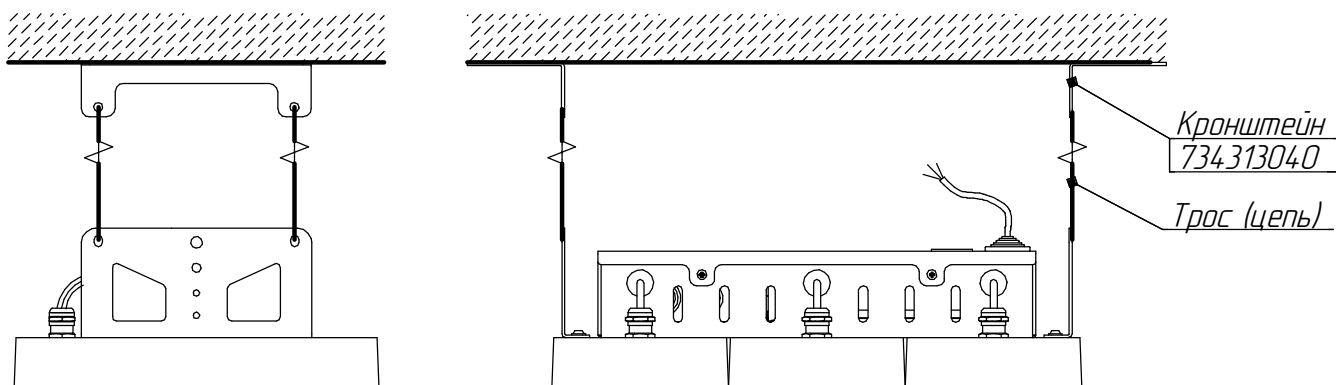

Рисунок 5 - Схема подвеса светильника (110-270 Вт) к потолку на трос (цепь).
5.9 В случае необходимости подвеса светильника используйте трос (цепь) нужной длины (в комплект поставки не входят), закрепив светильник за 4 точки подвеса (рис. 5).